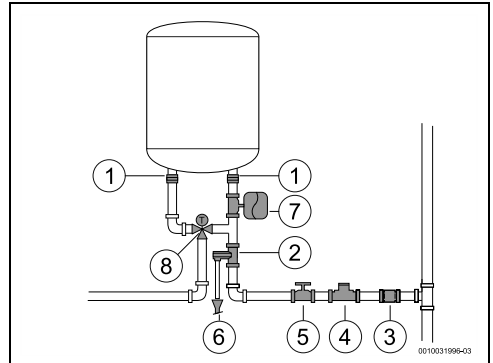

Fig. 13 Ligação de água
- Instalar um regulador termostático (Fig. 13, [8]) no tubo de saída do aparelho se forem utilizados tubos PEX. Deverá ser ajustado de acordo com o desempenho do material utilizado.
- ▶ Nunca instalar nenhum acessório (para além dos representados na Fig. 13) entre a válvula de segurança e a entrada de água fria (lado direito) do aparelho.